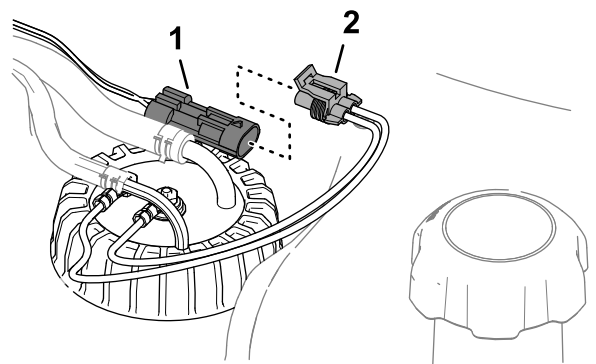

Bild 123
3. Trennen Sie den 2-poligen Steckverbinder des Kraftstoff-Füllstandsenors von dem 2-poligen Steckverbinder des Maschinenkabelbaums (Bild 123).